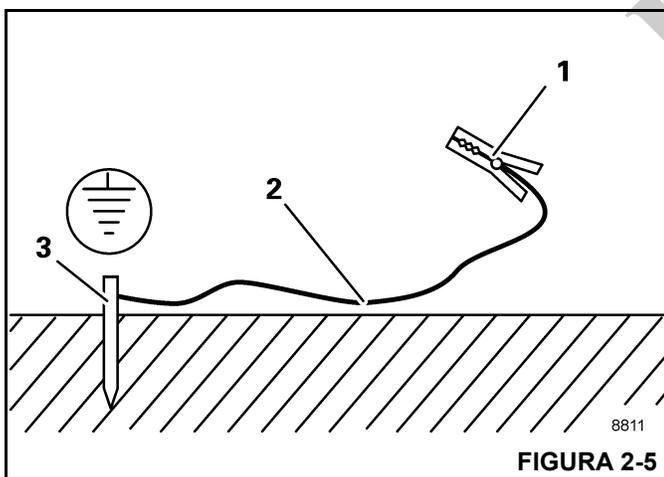

FIGURA 2-5
1. Martele uma haste de metal (3, Figura 2-5) (comprimento de aproximadamente 2,0 m [6.6 pés]) pelo menos 1,5 m (5 pés) no solo.
2. Umedeça o solo ao redor da haste de metal (3) para obter melhor condutividade.
3. Prenda o cabo isolado (2) na haste de metal (3), seção transversal de pelo menos 16 mm2 (0.025 pol2).
4. Conecte a extremidade livre do cabo com um grampo (1) a um local com boa condutividade elétrica na estrutura.